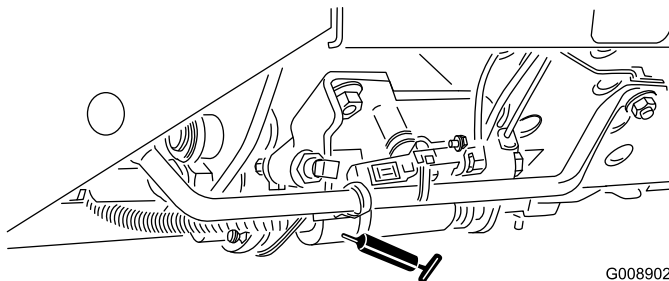

**Figure 54**
- Mécanisme de réglage du point mort (Figure 54)